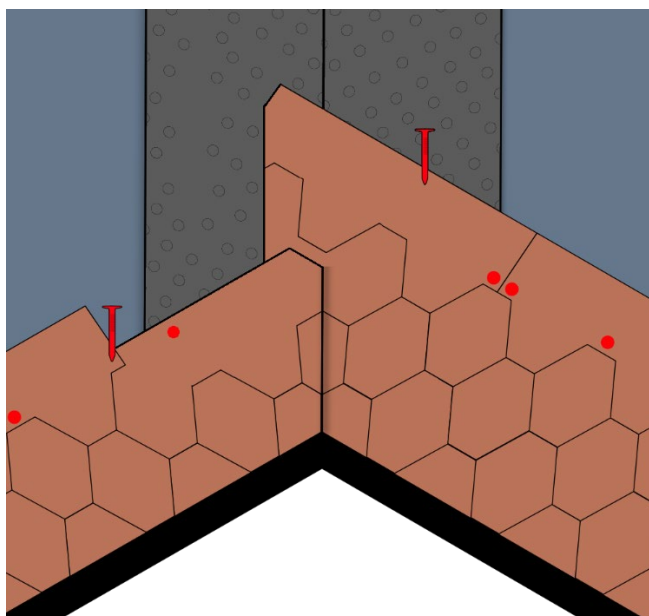

Fig. 13 - Posa tegole sul compluvio
- Una volta completata la prima falda per l'intera lunghezza del compluvio, passare alla falda adiacente. Iniziare la posa delle tegole dalla fila di partenza e proseguire per file successive. L'ultima tegola di ogni fila dovrà arrivare almeno fino all'asse di compluvio - Fig. 13. Chiodare le tegole fino a 40 cm dall'asse del compluvio e applicarle a fiamma in corrispondenza della membrana bituminosa. Completata la posa delle tegole anche per la seconda falda, tracciare l'asse del compluvio. Procedere quindi al taglio delle tegole della seconda falda seguendo la linea di compluvio - Fig. 13.